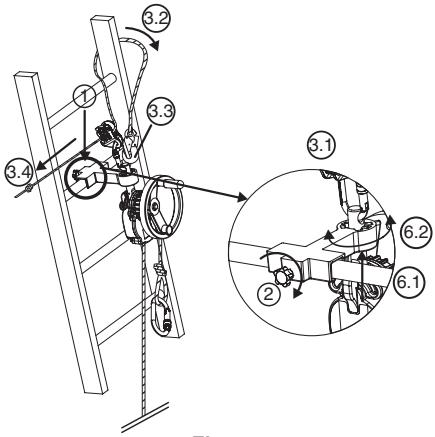

Fig. 7
6.3.3. Aparelho Derope™ UP K (Fig. 7)
1. Instalar o pequeno suporte de apoio na barra da escada na posição necessária para efectuar a operação de salvamento, acima da pessoa a evacuar (Fig. 7, 1).
2. Apertar o eixo de bloqueio que se encontra na traseira do suporte de apoio com o botão de aperto (Fig. 7, 2).
- Fixar o mosquetão do dispositivo de ajuste LCM 05 no furo do cimo do eixo de amarração (Fig. 7, 3.1).
- Passar a linga de segurança em volta da barra da escada situada acima do suporte e contornando um dos montantes da escada (Fig. 7, 3.2).
- Ligar o mosquetão da linga de segurança no mosquetão do dispositivo de ajuste LCM 05 (Fig. 7, 3.3).
- Esticar a linga de segurança puxando pelo troço livre (Fig. 7, 3.4).
6. Orientar o aparelho Derope™ conforme a necessidade, modificando a posição do eixo de amarração no dispositivo de indexação (Fig. 7, 6.1 – 6.2).